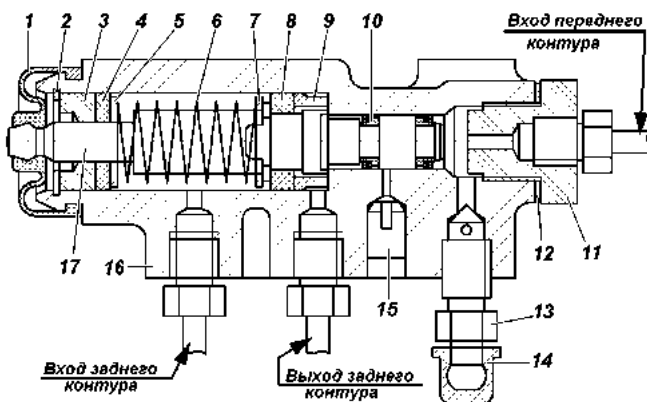
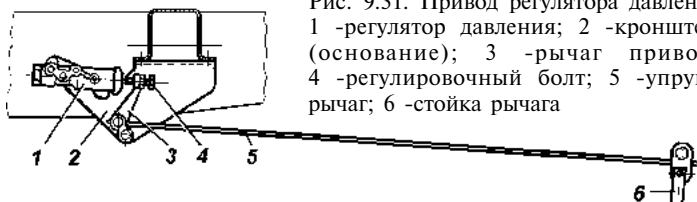

Рис. 9.30. Регулятор давления:
Рис. 9.31. Привод регулятора давления:
**Регулятор давления.** На автомобилях, не оснащенных антиблокировочной системой тормозов, устанавливается механический регулятор давления, действующий на задние тормоза (рис. 9.30), который обеспечивает оптимальное распределение тормозных сил по осям автомобиля и не допускает опережающую блокировку задних колес. При обслуживании проверяйте работоспособность регулятора давления. Очищайте регулятор от грязи и проверяйте надежность его крепления. Внешним осмотром убедитесь, что регулятор
При нажатии на педаль тормоза поршень 17 (рис. 9.30) регулятора давления должен выдвинуться из корпуса на 1,7 - 2,3 мм. Отсутствие хода поршня, а также его недостаточный или чрезмерный ход свидетельствует о неисправности регулятора или его привода.
В процессе эксплуатации и при замене задних рессор необходимо регулировать усилие упругого рычага 5 (рис. 9.31) на поршень регулятора. Регулировку производите в следующей последовательности:
2. Ослабьте контргайку регулировочного болта 4 (рис. 9.31) и отверните болт на 2-3 оборота.
3. Заверните болт 4 (рис. 9.31) до соприкосновения его с хвостовиком поршня 17 (см. рис. 9.30) регулятора.